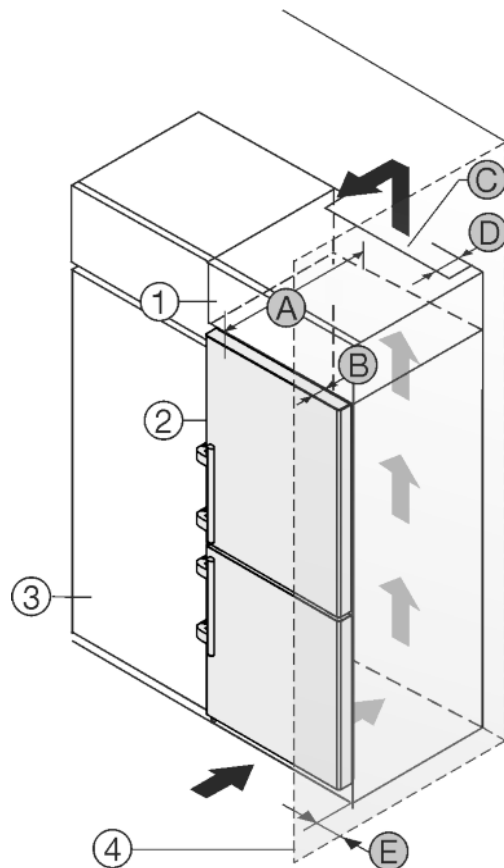

Fig. 11
Uređaj se može adaptirati za ugradnju u kuhinjske ormare. Kako biste uređaj Fig. 11 (2) prilagodili visini kuhinjskog namještaja, iznad uređaja možete postaviti viseći ormar Fig. 11 (1).
Uređaj se može postaviti direktno uz kuhinjski ormar Fig. 11 (3). Kako biste vrata mogli potpuno otvoriti, uređaj mora biti za dubinu Fig. 11 (B) ispred u odnosu na prednjicu kuhinjskog ormara. Ovisno o dubini kuhinjskih ormara i uporabi zidnih distancera, uređaj može i dalje stršati.
- Na stražnjoj strani visećeg ormara treba postojati otvor za odzračivanje dubine Fig. 11 (D) po cijeloj širini visećeg ormara.
- Ispod stropa prostorije treba poštivati ventilacijski presjek *Fig. 11 (C)*.
Kada se uređaj postavlja s okovima pored zida *Fig. 11 (4)*, treba poštivati razmak *Fig. 11 (E)* između uređaja i zida. To odgovara stajanju ručice kod otvorenih vrata.